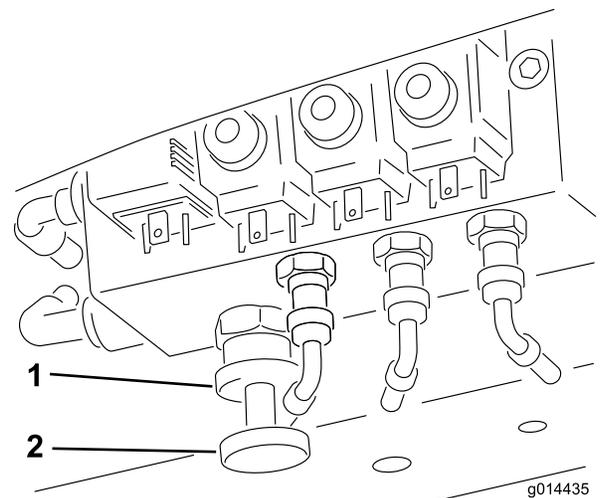

Figura 32
**Para activar la transferencia de peso:** Puede variarse la cantidad de peso transferida dependiendo de las condiciones de trabajo, girando la rueda de transferencia manual de peso (Figura 32):
1. Afloje la contratuerca de la válvula  $\frac{1}{2}$  vuelta en sentido antihorario y sujétela en esa posición (Figura 32).
2. Gire la rueda manual de la válvula (Figura 32) en sentido antihorario para reducir la transferencia de peso o en sentido horario para aumentar la transferencia de peso.